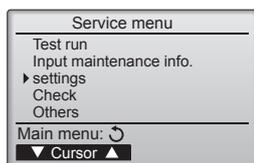

Fig. 6-2
## 6.2. Controlo remoto (Fig. 6-2)
- ① (Fig. 6-2)